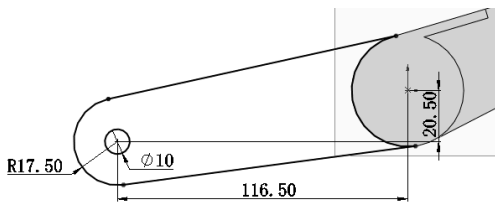

图 10-14 绘制草图
**06** 绘制草图 4。在视图中用鼠标选择图 10-13 所示的面 1 作为绘制图形的基准面。单击“草图”控制面板中的“转换实体引用”按钮、“圆”按钮、“直线”按钮和“剪裁实体”按钮，绘制图 10-14 所示的草图并标注。